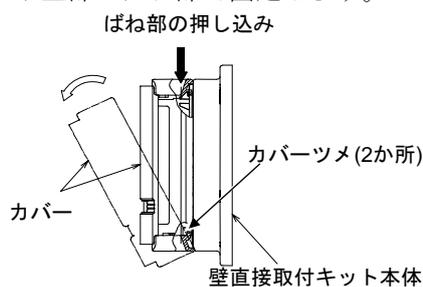

図8 カバーの着脱
- (5) カバーを本体ユニットにはめ込んで、取付は終了です。(図8参照)
- (6) カバーを本体ユニットにはめ込んで、取付は終了です。(図8参照)